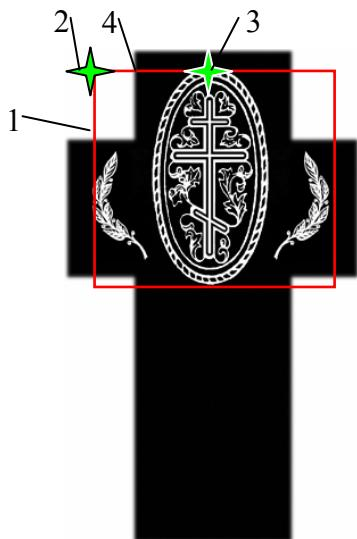

Рис. 3.1. Заготовка-крест.
Для работы на заготовках неправильной формы (Рис. 3.1) сделайте следующее:
- * Найти начальную точку (левый верхний угол картинки – см. поз.2 Рис. 3.1). Начальная точка будет находиться в воздухе. Красным прямоугольником поз.1 отмечены границы картинки. Вывести иглу в начальную точку поз.2.